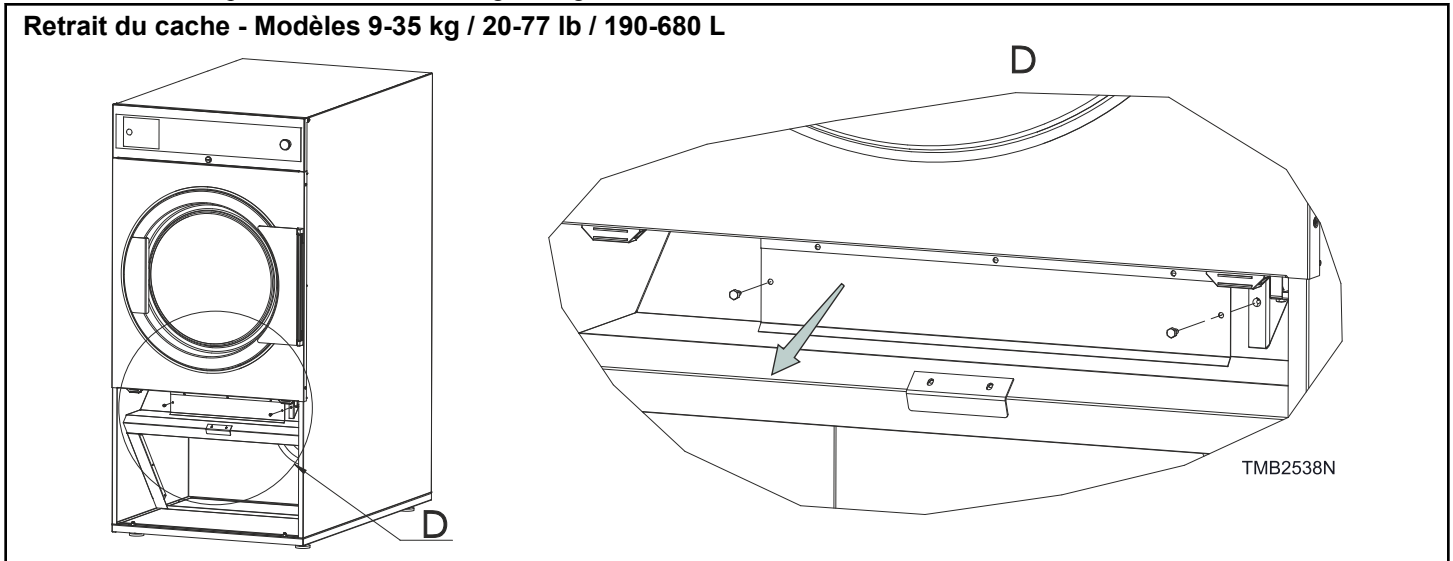

Figure 45
7. Retirer le cache situé sous le tambour de séchage. Voir *Figure 45*. Non valable pour les machines de 9 kg / 20 kg / 195 L.